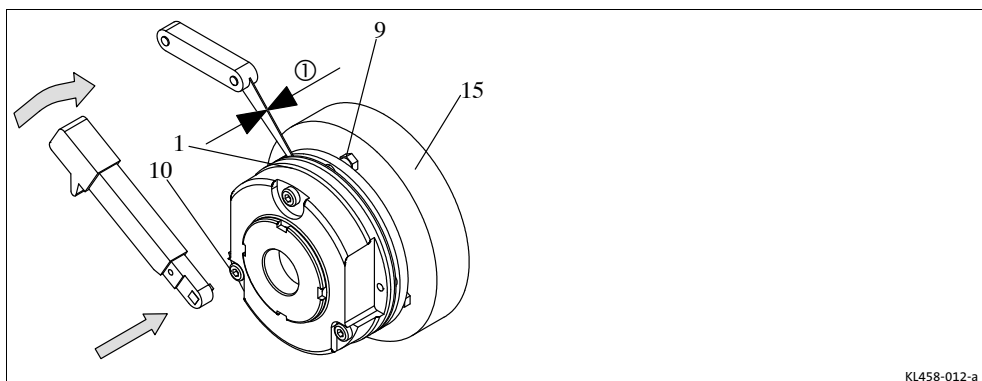

Abb. 4 Montage des Magnetteils
3. Bei der Montage des Magnetteils (1) den Wellendichtring vorsichtig über die Welle schieben.
4. Mit den Schrauben (10) das Magnetteil komplett (7) an das Lagerschild (15) schrauben (Abb. 4).
- Die Schrauben gleichmäßig anziehen, Anzugsmoment (46).